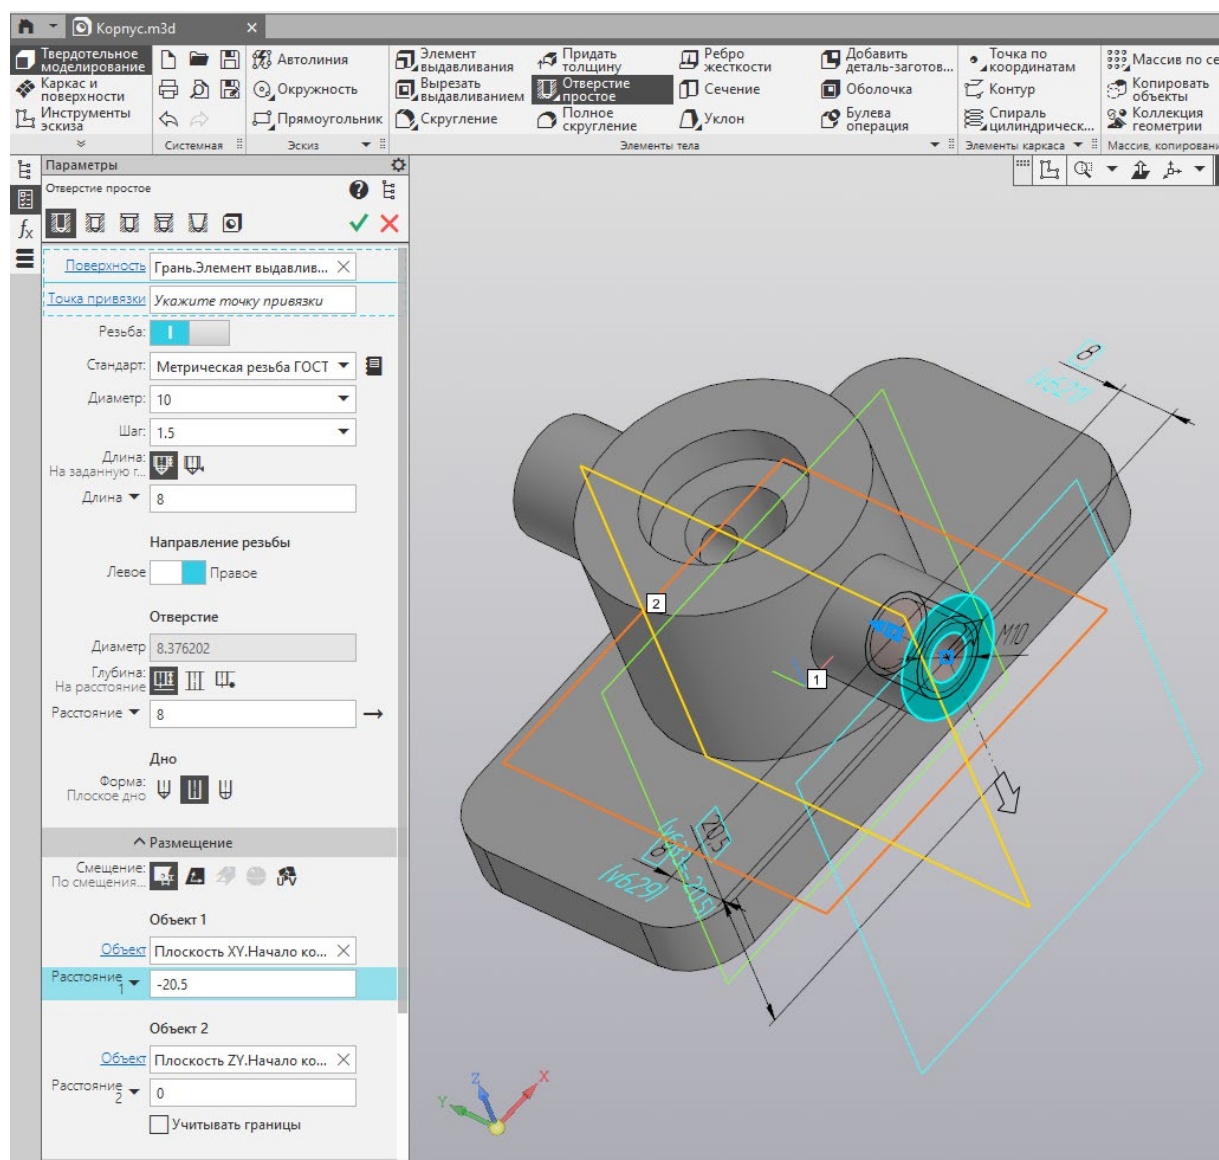

Рисунок 14 – Настройка параметров простого отверстия с резьбой
1.13 В том же месте создайте и отверстие с резьбой, используя все ту же команду «Отверстие простое». В настройках простого отверстия (рис. 14) включите режим «Резьба», в строке «Стандарт» выберите пункт «Метрическая резьба ГОСТ 24705-004 (ISO 724:1993)», задайте диаметр 10 мм и шаг 1,5 мм. Убедитесь, что включен режим длины «На заданную глубину» и укажите глубину 8 мм. Направление резьбы правое. Кликните мышкой на торцевую поверхность цилиндра (рис. 14) и в разделе «Отверстие» включите режим глубины «На расстояние» и укажите расстояние 8 мм. Форму дна можно не менять или задать плоское. Задайте положение: расстояние 1 от плоскости XY (–20,5 мм), а расстояние 2 от плоскости ZY значение 0. Результат моделирования отверстия с резьбой показан на рисунке 15.